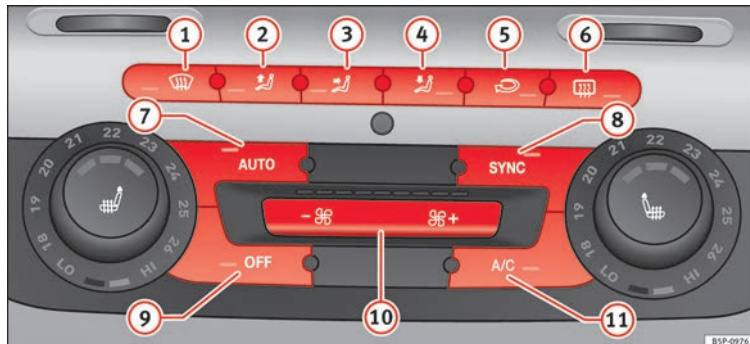

Fig. 117 Comandos do 2C-Climatronic no painel de instrumentos.
– Rode os manípulos de regulação da temperatura » **Fig. 117** para ajustar a temperatura do lado esquerdo e direito, respetivamente.
- Pressionar o botão **AUTO** » **Fig. 117**. Aparece «AUTO High» no visor do rádio (velocidade do ventilador alta).
- Pressionar de novo o botão **AUTO** » **Fig. 117**. Aparece «AUTO Low» no visor do rádio (velocidade do ventilador baixa).